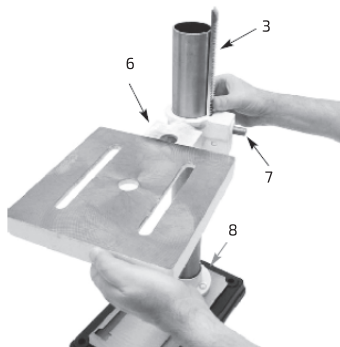

Рис. 3. Установка кронштейна стола в сборе на стойку
на стойку. Нижний конец зубчатой рейки должен войти в скошенный паз фланца (8) на стойке (рис. 3).